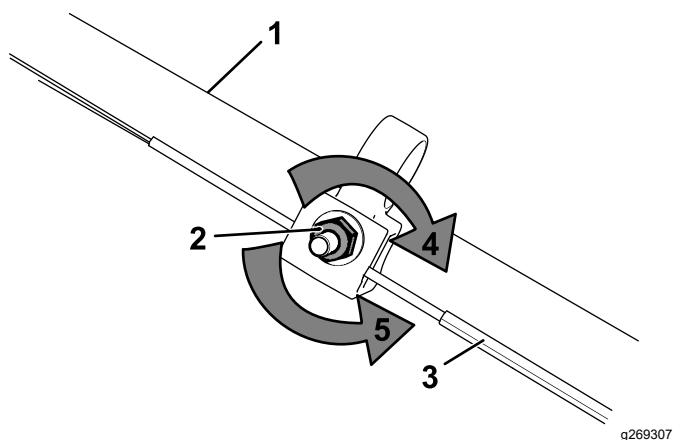

Figura 35
2. Regolate la tensione del cavo (Figura 35) tirandolo indietro o spingendolo in avanti e mantenendo quella posizione.
1. Girate il dado di regolazione in senso antiorario per allentare la regolazione del cavo (Figura 35).